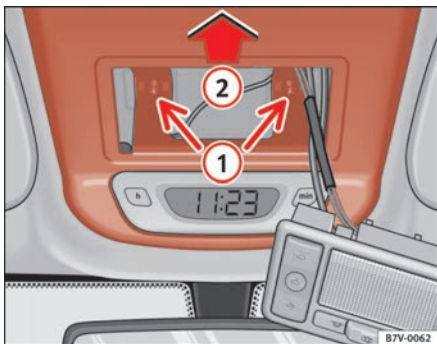

Abb. 68 Notbetätigung
- Den Kopf des Schraubenziehers drehen und die beiden Kreuzschlitz-Schrauben **1** ⇒ Abb. 68 herausdrehen.
- Die Abdeckung in Pfeilrichtung **2** schieben und abnehmen ⇒ Abb. 68.